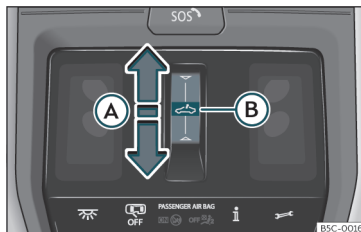

Fig. 92 Nel rivestimento interno del tettuccio: tasto del tettuccio di vetro.
- Movimento automatico: far scivolare il dito indietro sull'area funzionale  >>> **fig. 92** **A**.
- Entro circa 5 secondi dall'attivazione della funzione antischiacciamento, far scivolare il dito in avanti sull'area funzionale  >>> fig. 92  e tenere premuto finché il tetto non si chiude completamente.